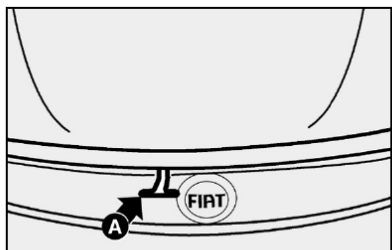

fig. 106
- 2) puxar a trava A-fig. 106;
Ao fechar o capô não colocar os dedos na trava A fig. 106.